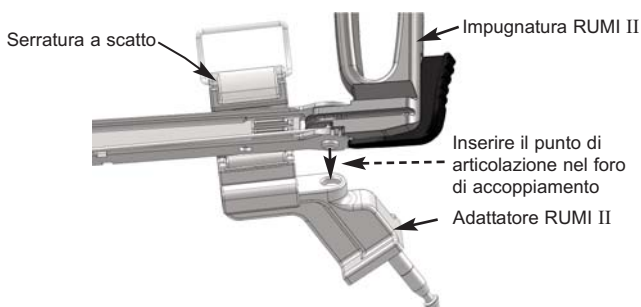

Figura 2. Attacco dell'impugnatura RUMI II
1. Aprire la serratura a scatto sull'adattatore (Figura 2).
3. Posizionare il punto di articolazione sulla parte inferiore dell'impugnatura per manipolatore dentro il foro di accoppiamento dell'adattatore (Figura 2).